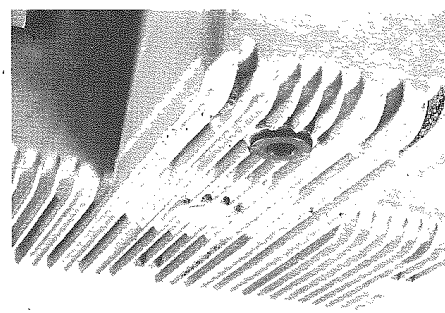

Fig. 16 - Tappo di scarico olio
- A motore caldo svitare il tappo di scarico olio sulla coppa (**Fig. 16**).
- With warm engine unscrew oil drain plug under the sump (**Fig. 16**).